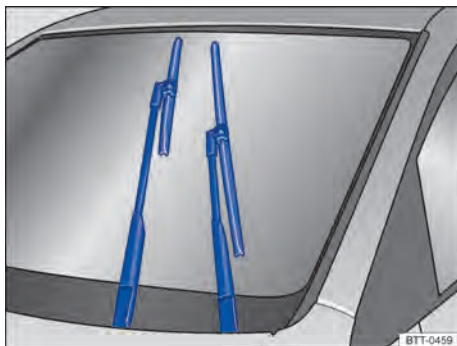

Fig. 133 Limpadores do para-brisa na posição de serviço.
Na posição de serviço, os braços dos limpadores do para-brisa podem ser erguidos do para-brisa. Para colocar os limpadores do para-brisa na posição de serviço → Fig. 133, proceder conforme segue:
- Antes de suspender os braços dos limpadores do para-brisa, colocá-los na posição de serviço → Fig. 133.
Observar nos limpadores do para-brisa: colocar os braços dos limpadores do para-brisa na posição de serviço antes de rebater para fora → Fig. 133.